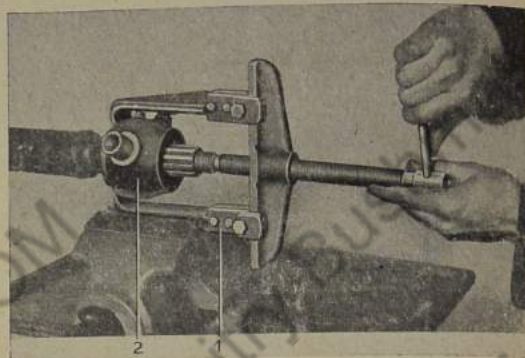

Bild 774: Lagergehäuse von Längsgelenkwelle abziehen
5. Mit Abzieher Nr. 1403 das Lagergehäuse von der Längsgelenkwelle abziehen (Bild 774).